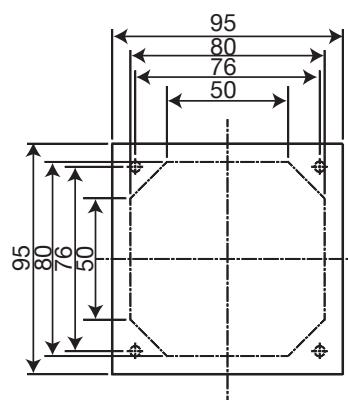

Bild 10: Abmessungen [mm] des Ausschnitts in der Vorderseite des Schaltschranks
- Die mitgelieferte Ausschneidschablone verwenden, dabei die in Bild 10 angegebenen Maße für den Ausschnitt des Schaltschranks berücksichtigen.